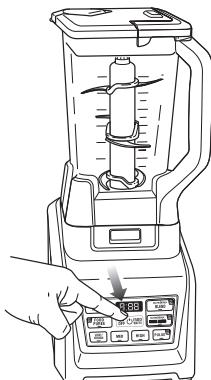

Fig. 7
- 11** Appuyez sur le bouton d'alimentation pour mettre l'unité en marche. Sélectionnez la vitesse ou le programme Auto-iQ qui convient le mieux à vos besoins. Le programme Auto-iQ arrêtera automatiquement l'appareil à la fin du programme. (Fig. 7)